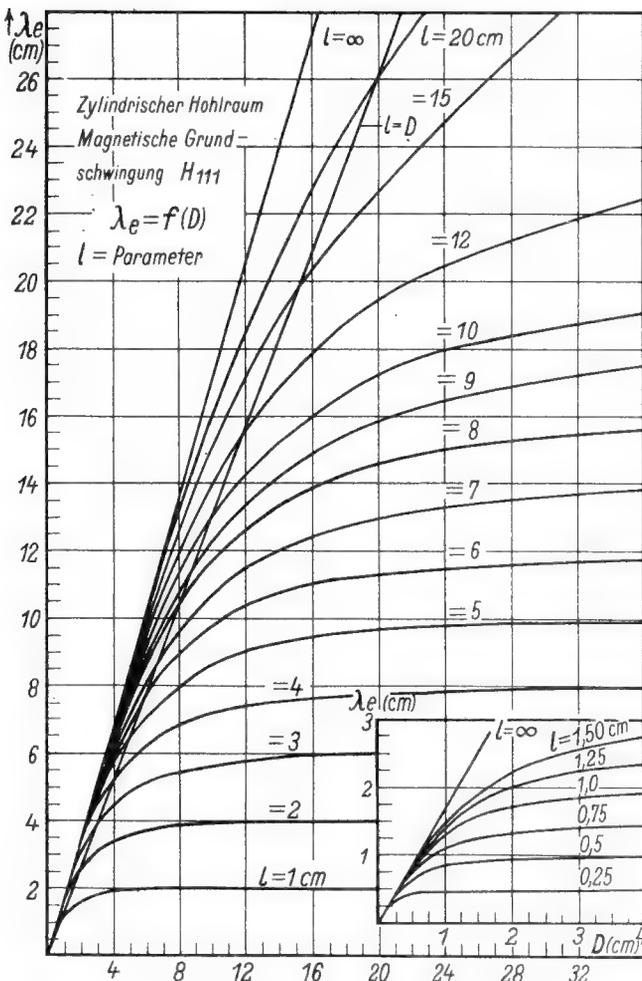

Bild 5. Die magnetische Grundschiwingung H_{111} im zylindrischen Hohlraum
1. Resonanzwellenlänge λ_e (Bild 5)